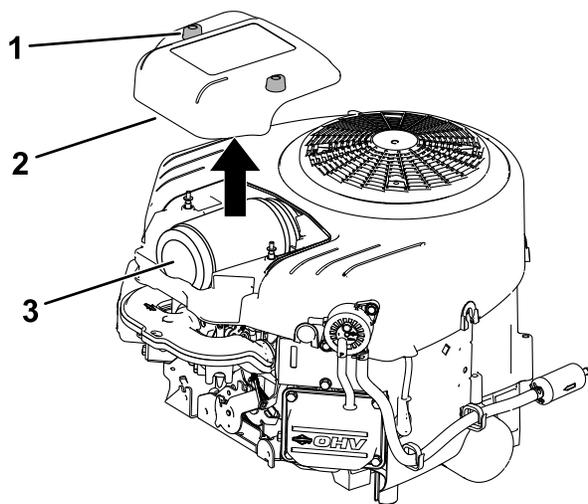

Figure 39
- Reposez le couvercle et serrez les boulons (Figure 39).